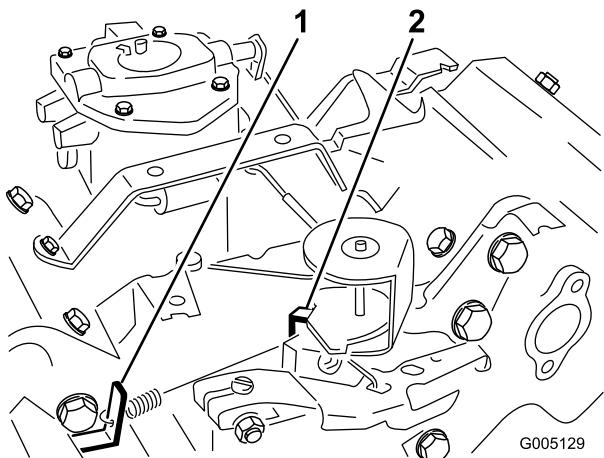

図 50
- 調速アイドル・スプリング・アンカーの耳(図 50)を曲げて、エンジン速度を 1650 ± 100 RPM に調整する。タコメータで速度を確認のこと。
- スロットル・コントロールを FAST 位置とする。高速アイドル・スプリング・アンカーの耳(図 50)を曲げて、エンジン速度を 2850 ± 50 RPM に調整する。